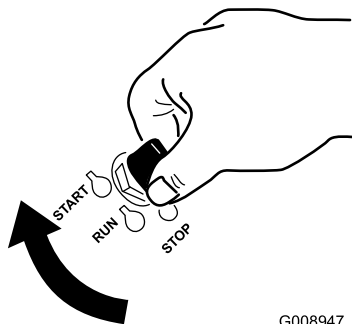

Figura 23
6. Gire la llave de contacto a la posición de ARRANQUE (Figura 23).